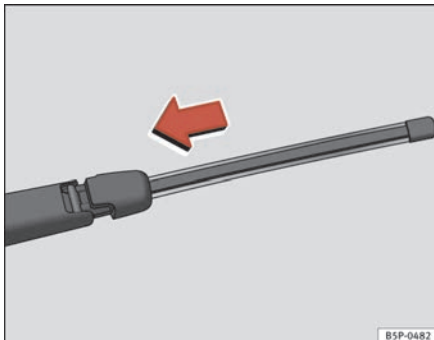

Abb. 145 Heckwischerblatt einsetzen
- Richten Sie das Wischerblatt wie in ⇒ Abb. 145 aus und verschieben Sie den Adapter, bis er einrastet.